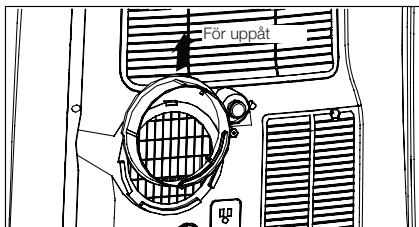

Fig. 4
2. Ta ut adapter A ur enheten genom att föra den uppåt (Fig.4).